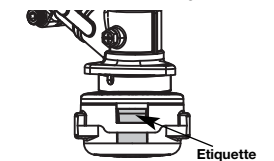

Fig. 20
- Poussez fermement sur les languettes situées de chaque côté de la tête de coupe. (Fig. 20)